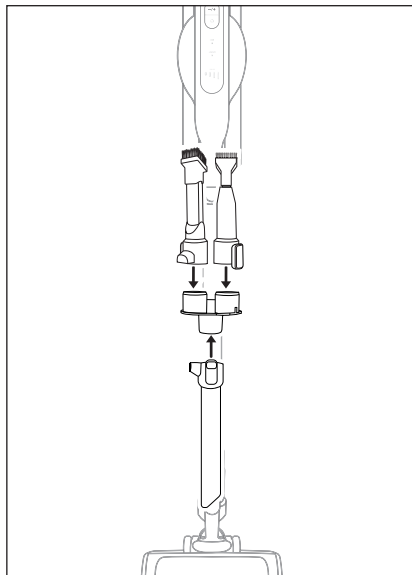

Fig. 17
- ◆ Retirez les accessoires de l'appareil et placez-les sur le support pour accessoires **17** pour les ranger (voir fig. 17).